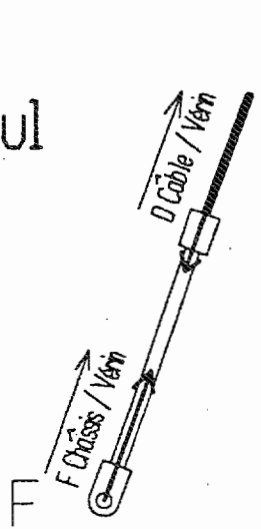

Fig4
1.2 Tracer sur la fig. 4 (DR 8/13) les droites support des efforts sur le vérin.
4.4 Tracer sur le dessin du vérin isolé fig : 4 (DR 8/13) les efforts subits (sans tenir compte de l'échelle).